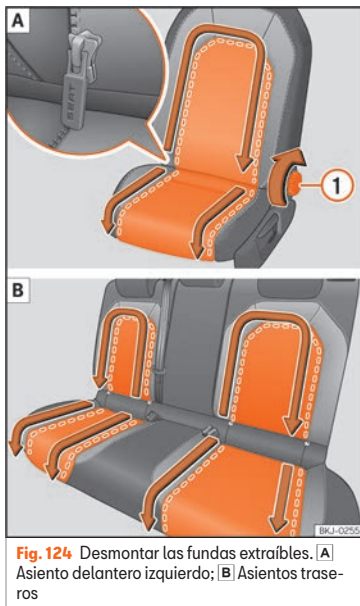

Fig. 124 Desmontar las fundas extraíbles. **A** Asiento delantero izquierdo; **B** Asientos traseros
- Incline el respaldo hacia atrás hasta que el tirador de la cremallera sea totalmente accesible » » » **fig. 124** ①¹⁾.
- Deslice los tiradores de la cremallera en la dirección de las flechas » » » **fig. 124**. La funda intercambiabile queda libre.
- Deslice los tiradores de la cremallera en dirección contraria a las flechas »» fig. 124.